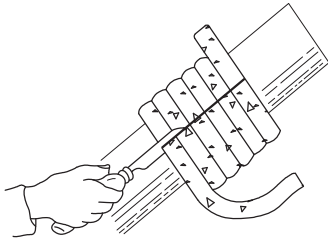
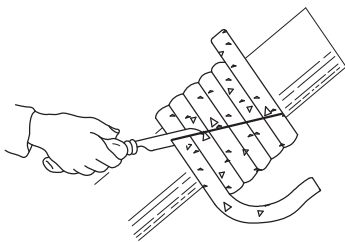

Fig. 32: Пример прямого реза
Fig. 33: Пример косого реза
- Принять меры по защите втулки сальника от повреждения. Подобным образом при монтаже возникает видимый зазор между втулкой и сальниковым кольцом. Если насос не демонтирован, обжатые графитовые сальниковые кольца перед монтажом разделить двумя косыми резами (см. Fig. 32 или Fig. 33). См. Fig. 27: